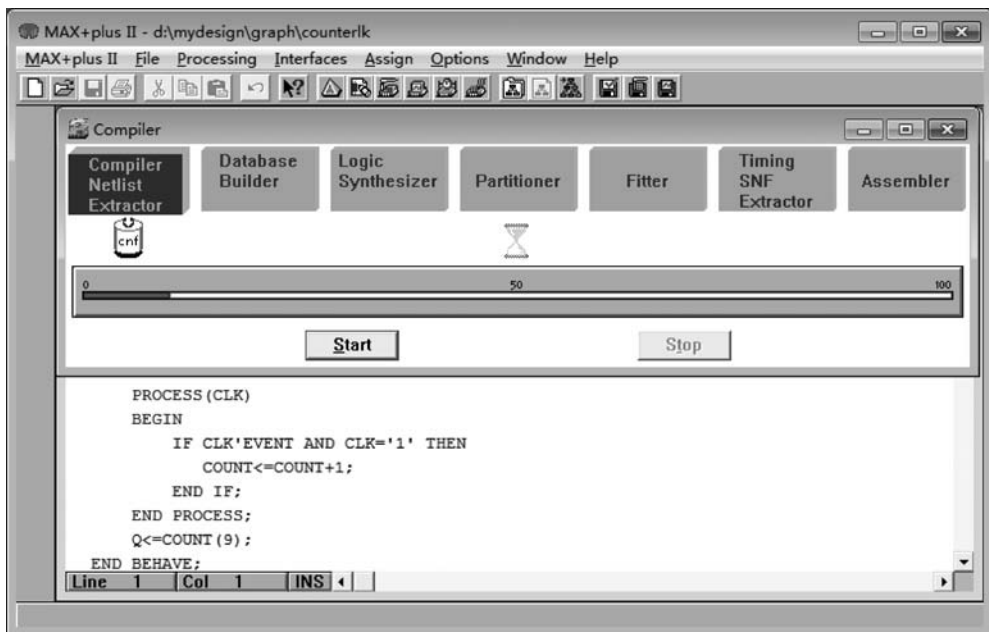

图 3.30 保存并检查窗口
(1) 选择 File→Project→Save&Check 命令,或单击工具栏中的“保存”按钮,当前的设计被保存,编译器窗口被打开,启动网表提取器模块检查设计文件的基本错误。检查完毕,会弹出“错误与警告信息”对话框,如图 3.30 所示。
(2) 如果“错误与警告信息”对话框显示无错误和警告,则单击“确定”按钮关闭对话框。如果设计有错误或警告,选择菜单栏命令 MAX+plus II →Message Processor 打开消息处理窗口,在其中获取并定位错误信息,然后在设计输入窗口中修改错误,直至检查